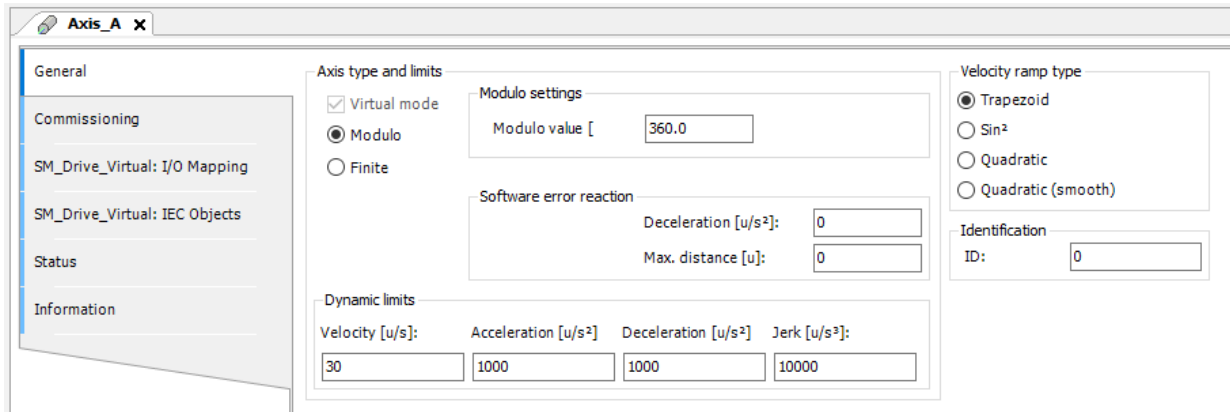

Figura 5.16: Configurações tarefa came.
- Configure a aba **General** de ambos os eixos criados conforme a Figura 5.16.